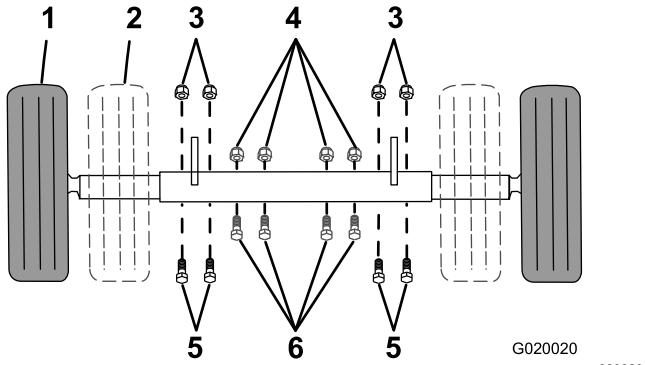

Figure 23
1. Branchez le connecteur électrique de la machine au connecteur électrique du véhicule tracteur (Figure 23).
Si votre machine est équipée d'un essieu réglable (Figure 23), vous pouvez le régler à la position étroite pour permettre à la machine de passer par un point d'accès étroit, comme un portail ou l'entrée d'un bâtiment.
- Point de soutien (2)
- Retirez les boulons et les écrous qui fixent l'essieu intérieur à l'essieu extérieur (Figure 23).
- Faites glisser chaque côté de l'essieu vers l'intérieur à la position étroite (Figure 23).
- Faites glisser chaque côté de l'essieu vers l'extérieur à la position large (remorquage) (Figure 23).
- Fixez l'essieu avec les boulons et écrous retirés précédemment (Figure 23), et serrez-les à 87 N·m (64 pi-lb).